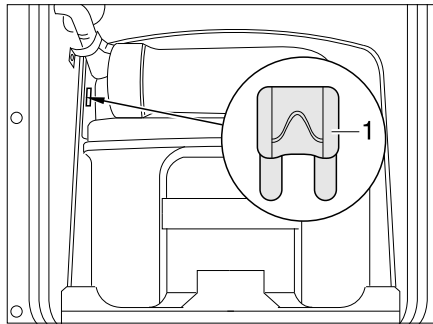
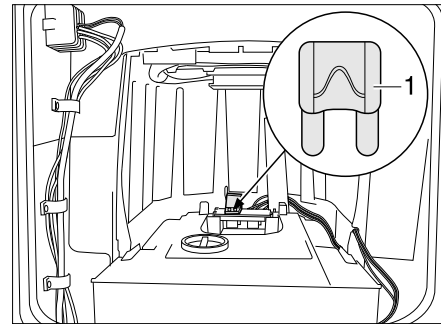

Fig. 307 Fusible des toilettes Thetford
Fig. 308 Fusible des toilettes Thetford (alternative)
- Changer le fusible (Fig. 307,1 ou. Fig. 308,1).